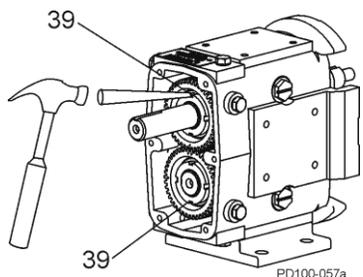

Figure 63 - Plier la languette de verrouillage sur les rondelles de blocage
- Pliez la languette de verrouillage des rondelles de blocage dans les fentes de l'écrou de blocage, pour fixer ce dernier (Figure 63).